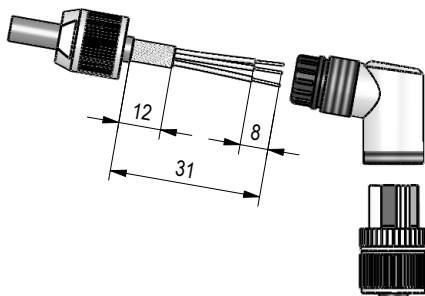

Abb. 3: Gegenstecker M12 gewinkelt
**Montage (Abb. 3)**
### Ändern der Winkelstellung (Abb. 3)